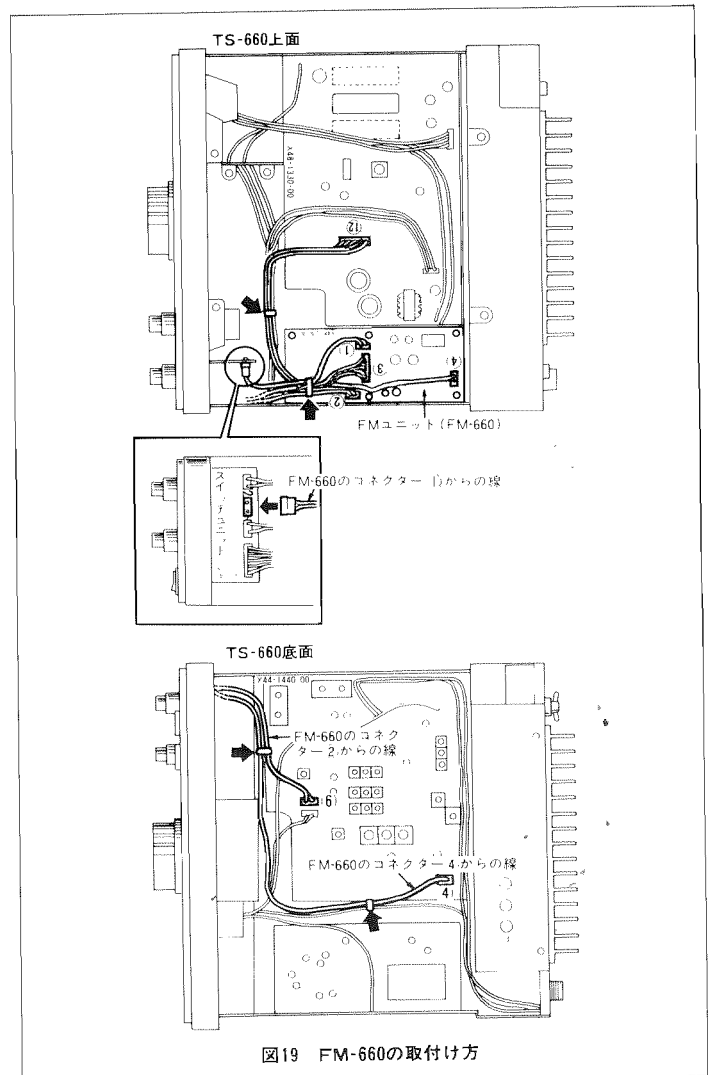

図19 FM-660の取付け方
- ① セットの上アタおよび底板を取りはずしてください
- ② セットの右上面にあるユニット取付けスペースにFM 660をネジで確実に取付けてください。
- ③ FM-660からのコネクターをそれぞれ接続してください。
- ①コネクターからの線をスイッチユニット(X 41 1340 00A/8)の2コネクターに接続します。
- ③コネクターからの線をIFユニット(X 48 1330 00)の⑫コネクターに接続します。
- ②, ④コネクターからの線を先に接続したスイッチユニットの横を通して底面に出します。そして②コネクターからの線を、RFユニット (X 44-1440-00) の(6)へ、④コネクターからの線を(4)へ接続します。
- ④ 付属のビニールバンドでハーネスを束ねてください。(図19の4ヶ所)
- ⑤ スピーカーコードをコネクターに接続し底板、上アタを取付けて完成です。